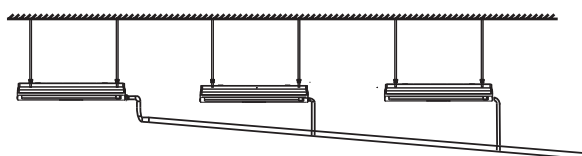

Figura 23
7. Cuando la salida de la tubería de descarga de agua es más alta que la conexión de la tubería para la succión de agua, trate de mantener la tubería de descarga de agua lo más vertical posible. Los conectores de conexión de salida de agua se doblarán para que la altura de la tubería de descarga de agua esté dentro de los 1000 mm de distancia de la base de la bandeja de drenaje. De lo contrario, habrá un flujo excesivo de agua cuando se detenga la operación. Vea la Figura 23.